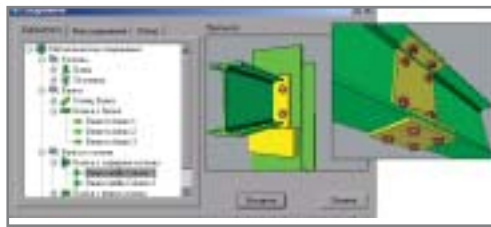

Рис. 4. Примеры стандартных параметрических узлов
- выбрать необходимые элементы из библиотеки типичных прототипов узловых соединений (например, "база колонны" или "присоединение балки к колонне") (рис. 4);